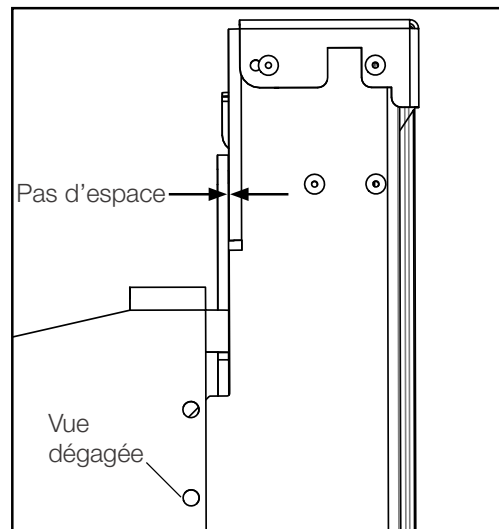

Fig. 8
8. Les trous des supports de fixation du TGGA doivent être alignés avec les trous de vis des supports coulissants du TGGA pour que la vue soit dégagée (**Fig. 8**). Habituellement, il faut soulever le TGGA des deux côtés à l'aide des vis de réglage vertical. Habituellement, un soulèvement du TGGA d'environ 1/8 po procure un montage préliminaire optimal (**Fig. 9**). Répétez sur l'autre fin du TGGA.